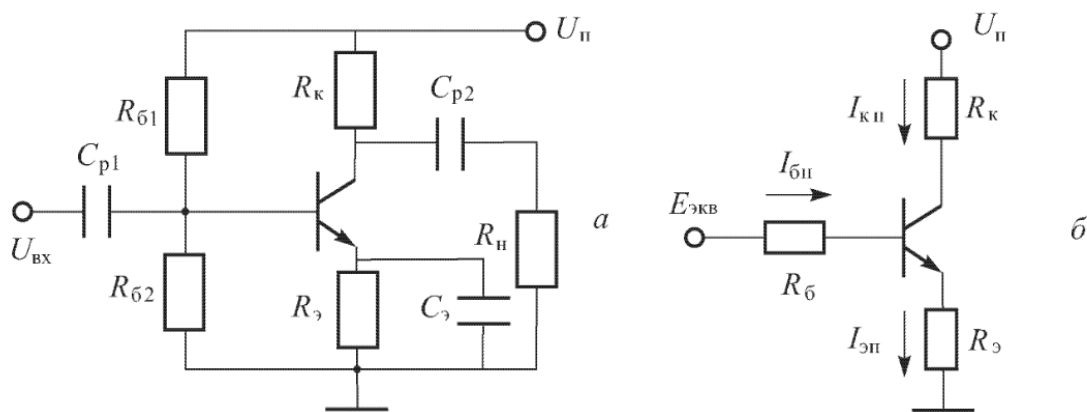

Рисунок 1 – Эквивалентная схема резисторного усилителя
1. Определить точку покоя резисторного усилителя (рисунок 1) на транзисторе КТ 3176 А9, если:  $U_n = 10$  В,  $R_k = 19,5$  Ом,  $R_3 = 0,5$  Ом,  $R_{\delta 1} = 385$  Ом,  $R_{\delta 2} = 40$  Ом,  $h_{21э} = 180$ . Характеристики транзистора приведены на рис. П.3. Определить дифференциальный параметр  $h_{11э}$  в точке покоя.
2. Определить точку покоя резисторного усилителя (рисунок 1) на транзисторе 2Т 860 А, если:  $U_n = 16$  В,  $R_k = 9$  Ом,  $R_3 = 1$  Ом,  $R_{\delta 1} = 650$  Ом,  $R_{\delta 2} = 100$  Ом,  $h_{21э} = 140$ .
3. Определить точку покоя резисторного усилителя (рисунок 1) на транзисторе 2Т860 А, если:  $U_n = 24$  В,  $R_k = 19$  Ом,  $R_э = 1$  Ом,  $R_{б1} = 900$  Ом,  $R_{б2} = 100$  Ом,  $h_{21э} = 130$ .